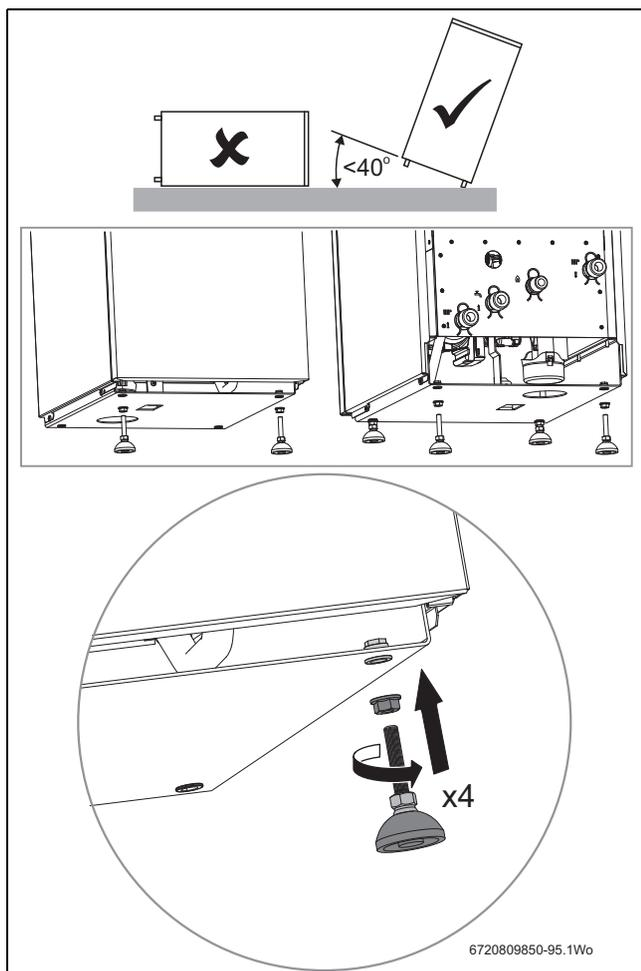

Fig. 15 Installation des pieds
- ▶ Visser la tige filetée sous le fond de la chaudière, à chaque coin, comme illustrée en fig. 15